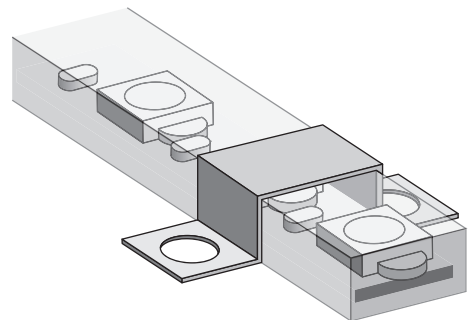

Рис. 5. Монтаж светодиодной ленты
- **Монтаж светодиодной ленты.** Монтаж светодиодной ленты OLS-2835-IP67-220V на несущую поверхность необходимо производить при помощи монтажных клипс OLS-clip-2835-220 (в комплекте 2 шт.), как показано на Рис. 5.